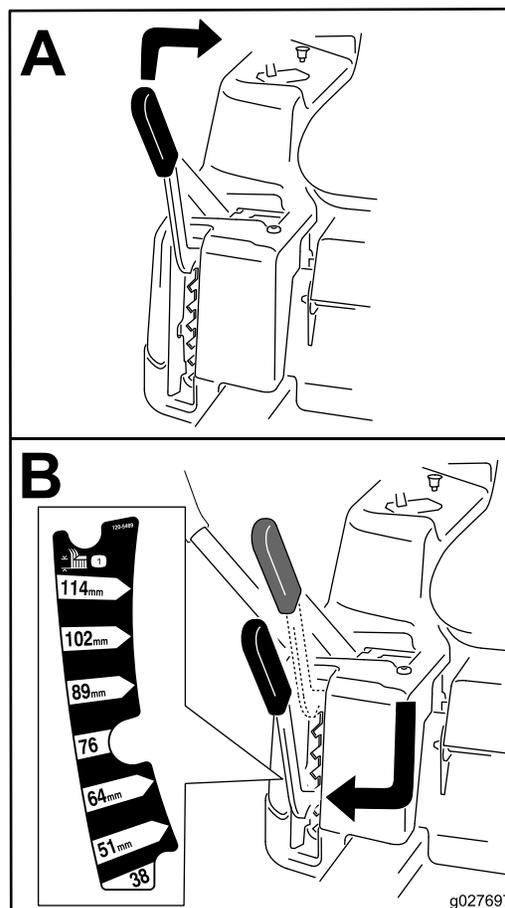

Figura 26
**Nota:** La posizione di trasferimento è la posizione dell'altezza di taglio superiore o pari a 115 mm, come illustrato nella Figura 26.
L'altezza di taglio è controllata dalla leva situata a destra della posizione operativa (Figura 26).